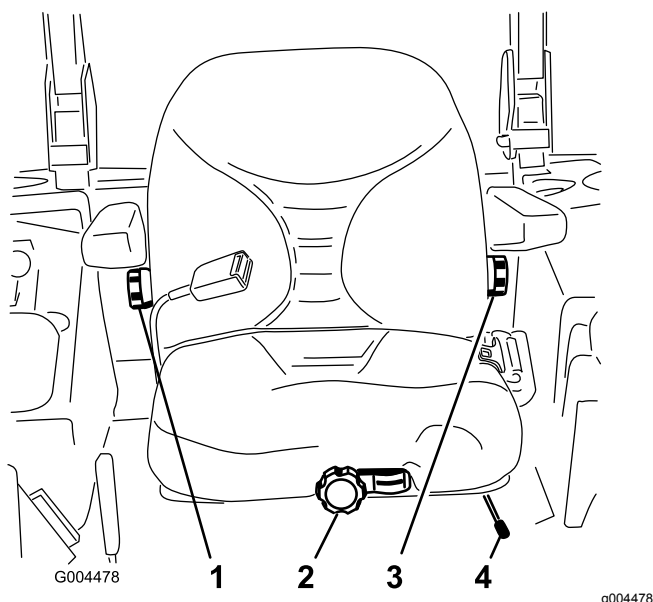

图14
1. 要调整座椅请侧向移动控制杆打开座椅的锁定图14。
不要坐在座椅上将前方的旋钮向任一方向旋转以提供最佳的舒适性图14。
要调节座椅靠背可向任一方向旋动位于右侧扶手下方的旋钮以提供最佳的舒适性图14。
要调节座椅靠背可向任一方向旋动位于左侧扶手下方的旋钮以提供最佳的舒适性图14。